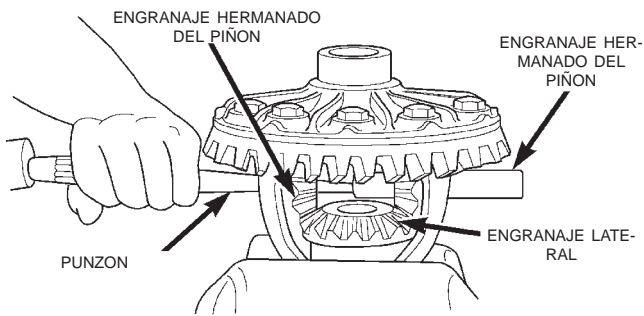

Fig. 66 Desmontaje del eje engranado
(5) Retire el eje hermano del piñón satélite. Si es necesario, utilice un punzón y un martillo (Fig. 66).